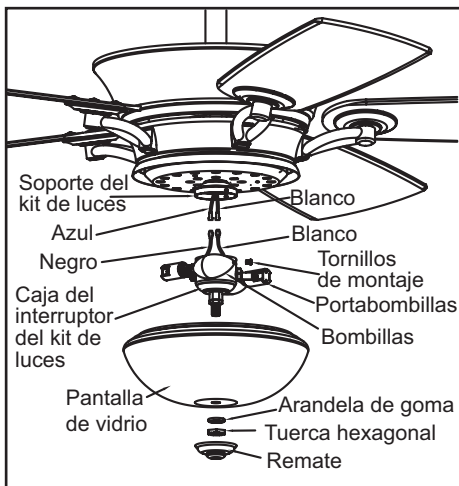

Figura 12
2. Conecta los cables que salen del soporte del kit de luces debajo del motor del ventilador, con los cables de la caja del interruptor del kit de luces, azul con negro y blanco con blanco (Figura 12).
7. Empuja la pantalla de vidrio contra la placa de las luces en el ensamblado del motor del ventilador. Coloca la arandela de goma y luego la tuerca hexagonal quitadas en el paso 5. Aprieta firmemente la tuerca mencionada para fijar el tazón de vidrio (Figura 12).